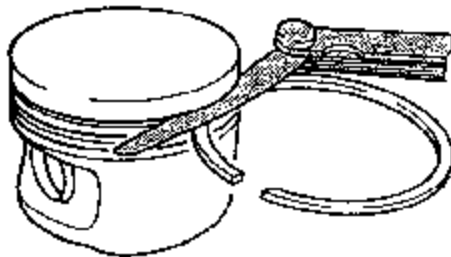

图 2-46 检查活塞环边间隙
(5)检查边间隙,如图 2-46 所示。检查活塞环边间隙前,要清洗活塞环槽,边间隙如表 2-7 所示。